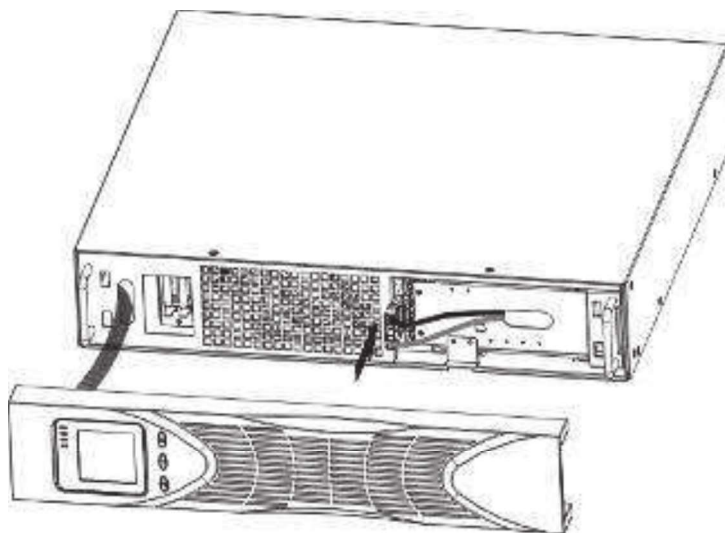

Figura 6 Collegamento delle batterie interne dell'UPS
- b) Collegare il connettore della batteria interna (v. Figura 6).